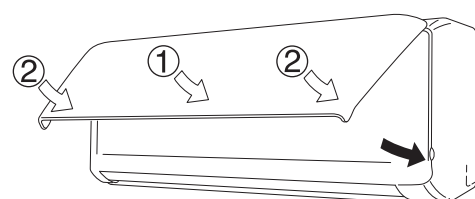

Fig. 3-18
- (6) Introduza a parte superior do filtro anti-bolor e, em seguida, fixe a parte inferior do filtro com as saliências na unidade.
- (7) Ao fechar o painel frontal, empurre primeiro a parte central do painel frontal e, em seguida, pressione os cantos inferiores direito e esquerdo no sítio até encaixarem. (Fig. 3-18)